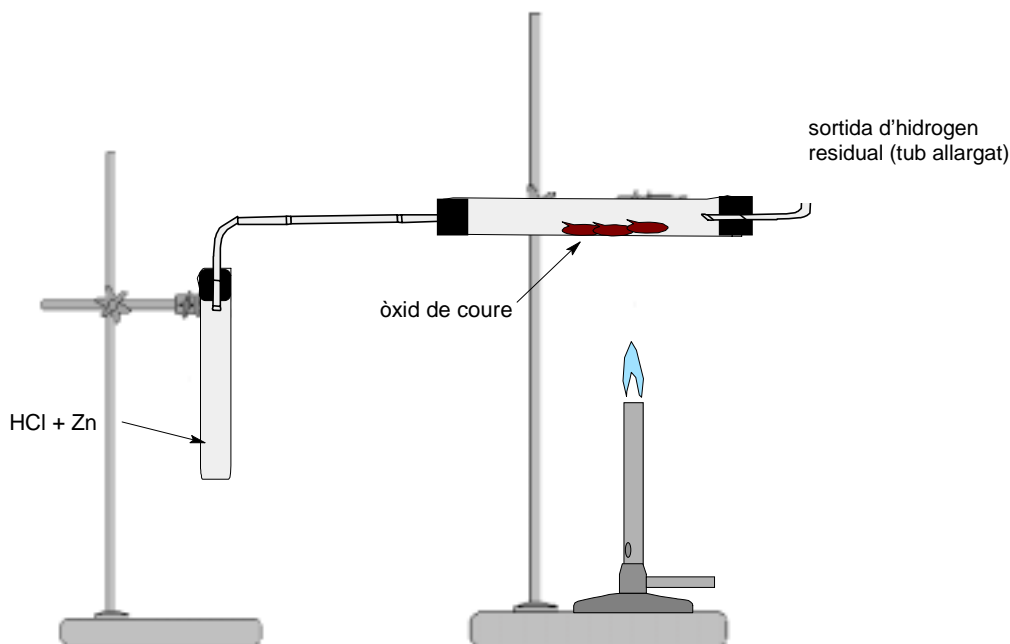

Figura 1: un possible muntatge per a la reducció de l'òxid de coure a coure amb hidrogen
Observa abans de res el muntatge proposat en la figura 1:
La segona part l'ha de fer el/la professor/a com a demostració. Pot optar per qualsevol dels dos muntatges proposats: el primer (figura 1), més clàssic, manipula quantitats més grans de gas hidrogen. Els riscos d'explosió són mínims si es prenen les precaucions següents:
Material i Equipament per fer el primer muntatge proposat (figura 1)
1. Tallar trossos de cable de coure molt petits i posar-los dins el tub de *pyrex*. Escalfar el tub a la flama del Bunsen, subjectant-lo amb unes pincas metàl·liques fins que es vegi que es forma l'òxid de coure (II), de color negre.
3. Muntar ara l'aparell indicat en la figura 1.